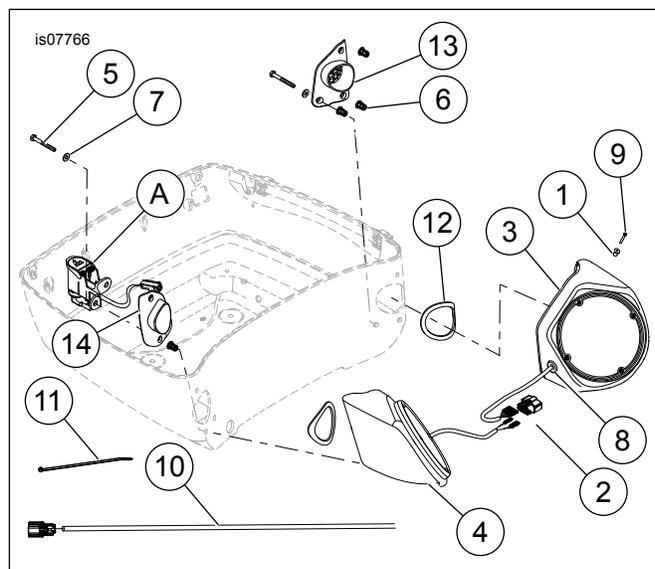

Figura 3. Parti di ricambio: Kit sede dell'altoparlante
Vedere Figura 3 e Tabella 1.
9. Vedere Figura 3. Inserire sei tasselli con inserto filettato (6) nelle sedi degli altoparlanti.
10. Posizionare le guarnizioni (12) sulle sedi degli altoparlanti e inserire le staffe (13, 14).